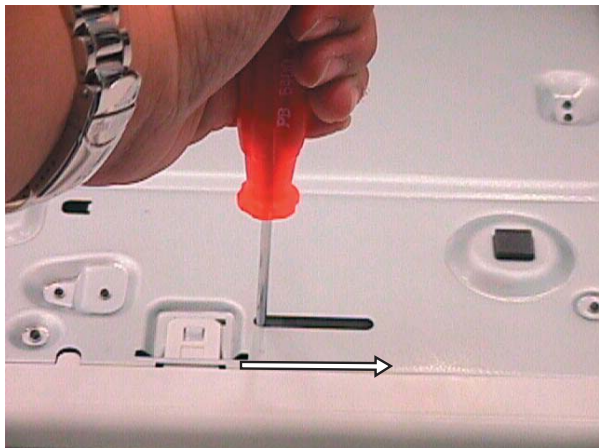

Figura 4-1: Destruar o Carregador
- 1) Insira uma chave de fenda no vão na parte inferior do aparelho e empurre na direção como mostra a figura 4-1 para destravar antes de retirar o carregador 1001.